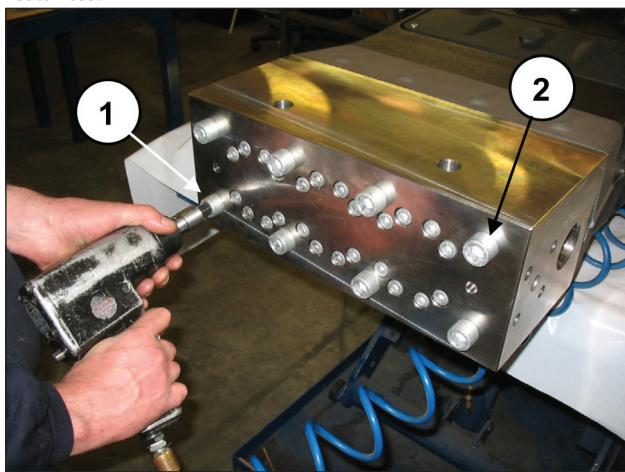
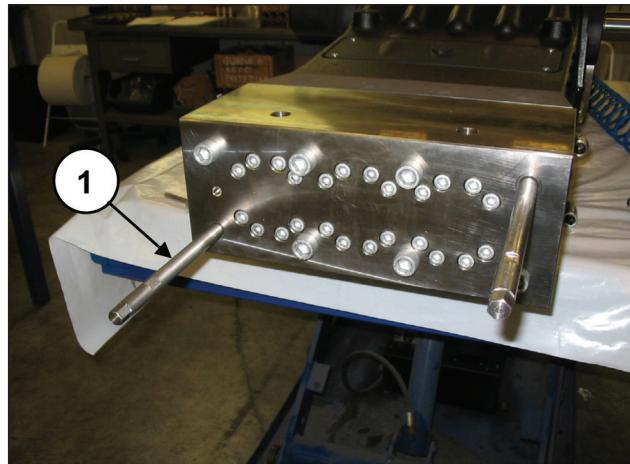

Fig. 97
Fig. 98
Solte dois parafusos de fixação do cabeçote M16x320, diametralmente opostas (pos. ① e ②, Fig. 97), substituindo-os com dois parafusos-pino de serviço (cód.27540200) (pos. ①, Fig. 98), depois proceda com a remoção dos parafusos restantes.